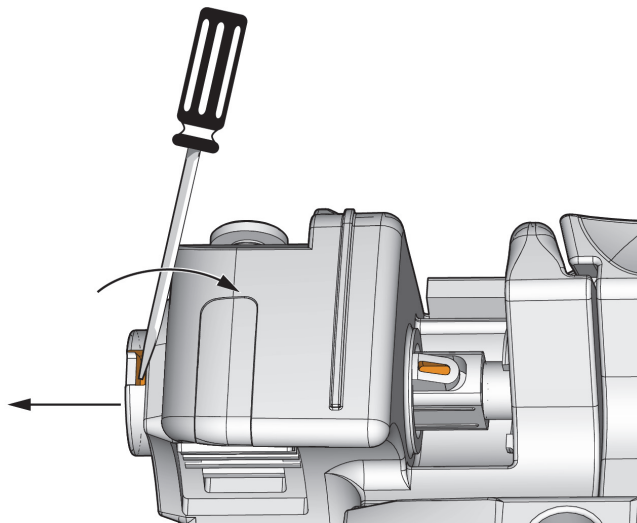

Figura 5-10 Rimozione dell'asse del freno
5. Inserire l'estremità del cacciavite nella cavità nell'estremità dell'asse. Basculare verso l'interno per spingere l'asse verso l'esterno (riferirsi alle frecce nella Figura 5-10 a pagina 86).